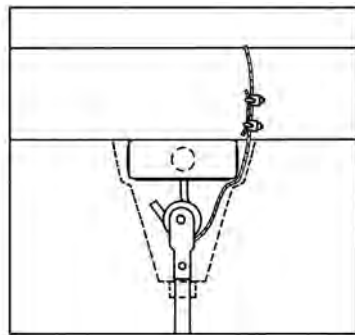

Figura 4
PRECAUCIÓN IMPORTANTE: El cable de seguridad no debe colocarse entre el rodillo de caucho y el gancho, sino como se ilustra en la Figura 4.
6. Cuando se cuelga el ventilador mediante el gancho en "J" suministrado por fábrica, verifique que el cable de seguridad en la parte superior de la barra está posicionado detrás del gancho en "J" según se ilustra en la Figura 4.